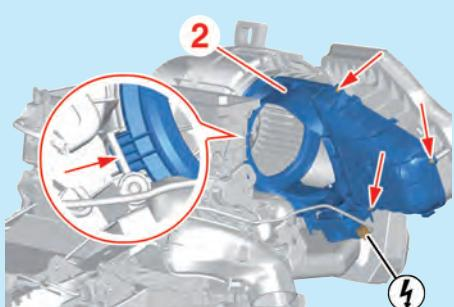

Fig.2
- Déposer la partie arrière du boîtier d'entrée d'air (2) (Fig.2).